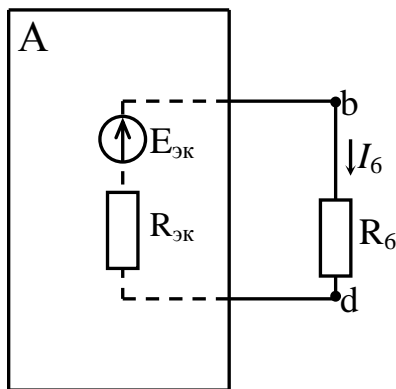
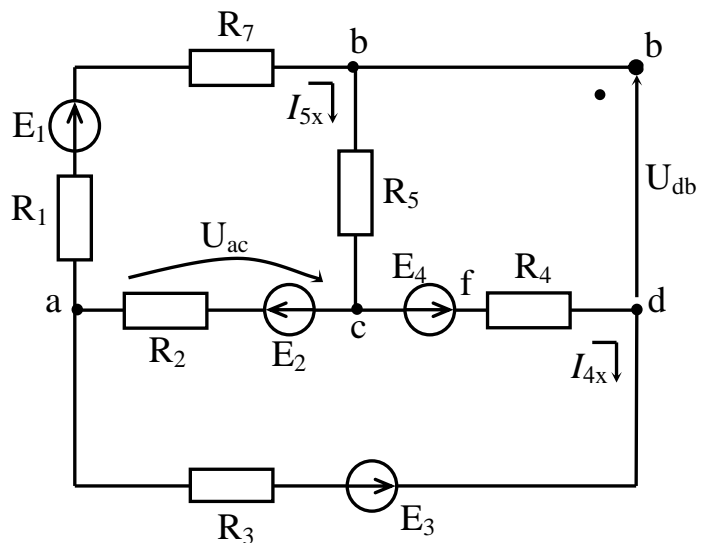
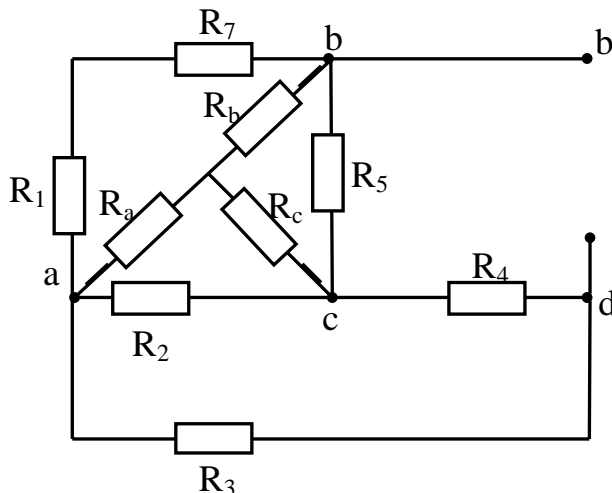

Рис. 3.3.
Рис. 3.4. Схема для определения $E_{эк}$
Рис. 3.5. Схема для определения $R_{\text{эк}}$
3.2.3. Определим ток в ветви bd (ток I_6) методом эквивалентного генератора. Для этого исходную схему на рис. 3.2 сводим к схеме, представленной на рис. 3.3, где в качестве активного двухполюсника A рассматривается исходная схема в режиме холостого хода, т.е. без ветви bd (рис. 3.4).
Из схемы на рис. 3.3 ток I_6 можно определить по закону Ома для замкнутой цепи:
ЭДС эквивалентного генератора $E_{\text{эк}}$ найдем как U_{db} на схеме на рис. 3.4, т.е. в режиме холостого хода исходной схемы на рис. 3.2. Для этого найдем токи I_{4x} , I_{5x} методом двух узлов для схемы на рис. 3.4:
Внутреннее сопротивление эквивалентного генератора $R_{\text{эк}}$ найдем как внутреннее сопротивление схемы на рис. 3.4. Для этого преобразуем треугольник сопротивлений $R_1R_2R_5R_7$ в звезду сопротивлений $R_aR_bR_c$, как это показано на рис. 3.5, после чего найдем $R_{\text{эк}}$: